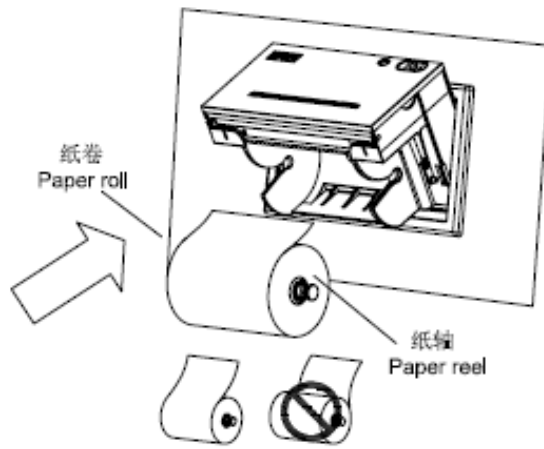

图 2-13
(3) 将纸卷按照图 2-13 所示方向装入纸轴，捏住纸轴两端，将纸卷放入纸仓，松开纸轴后卡紧即可。